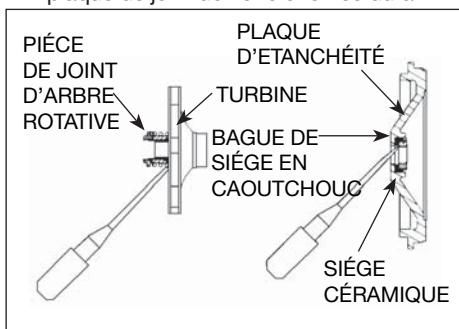

Figure 9 - Enlever le Joint d'Arbre et le Siège Céramique
rotatif (incluant le col d'inoxidable et la garniture de caoutchouc) de l'impulseur (figure 9).
10. Pousser ou sortir et dégager le siège de céramique, et la bague du siège en caoutchouc de la plaque de joint (figure 9).